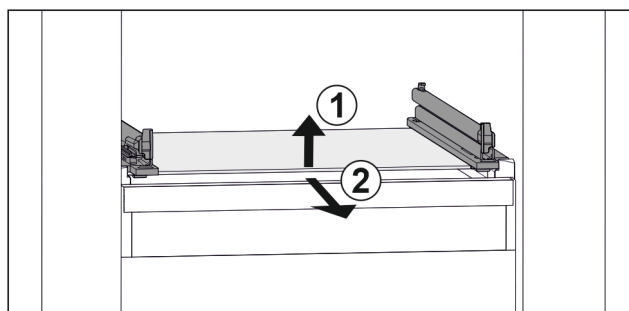

Fig. 153 Eksempel på fremstilling av glassplaten
- ▶ Løft opp glassplaten foran. Fig. 153 (1)
- ▶ Ta ut glassplaten fremover. Fig. 153 (2)